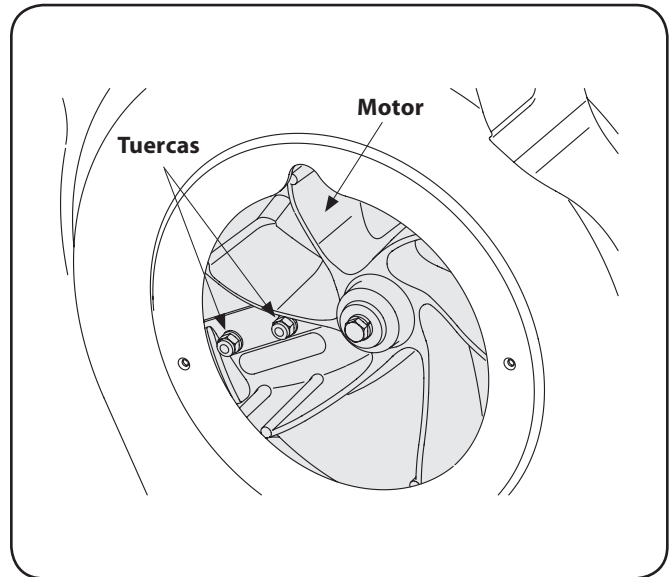

Figura 7-6
- Es posible alcanzar las tuercas de los tornillos de cabeza plana desde la parte inferior, mediante una llave universal de 1/2 pulg. con extensión. Vea la Figura 7-6.